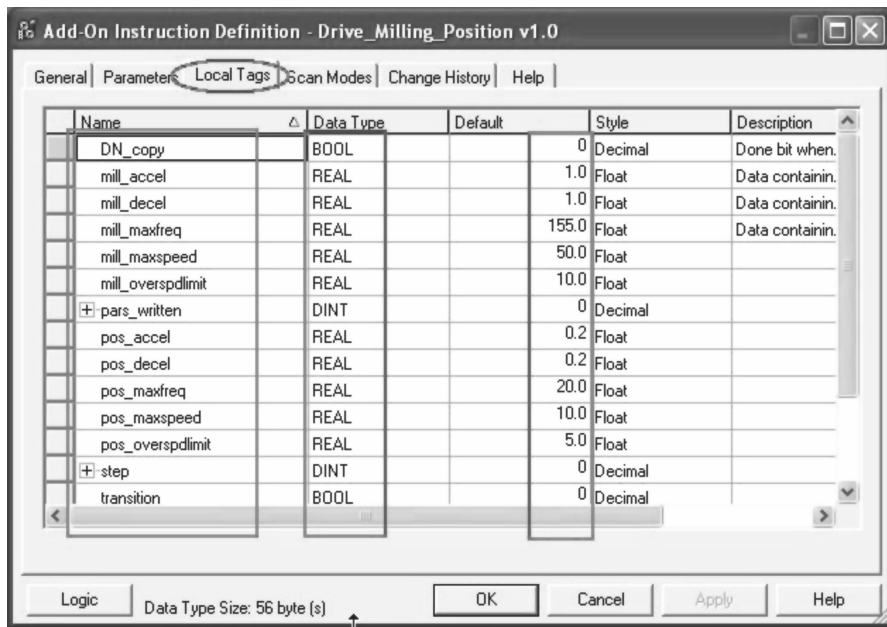

图 18-11 局部标签选项卡
7. 选择“局部标签”（Local Tags）选项卡，如图 18-11 所示。